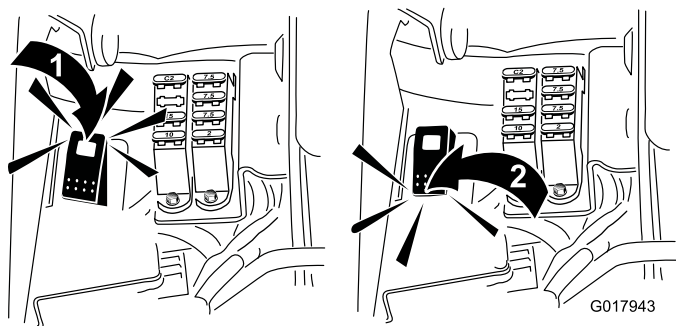

Figura 51
5. Rode a alavanca de rectificação para a posição “R” (Figura 51).